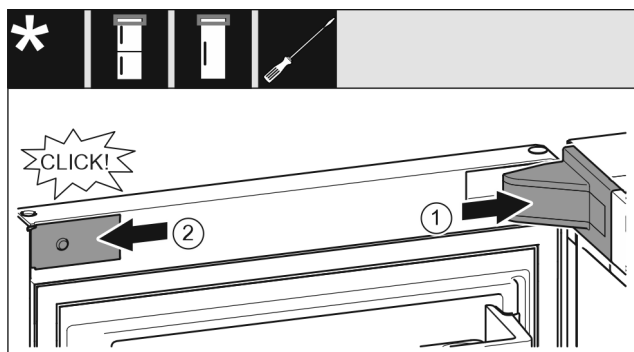

Fig. 42
- Applicare e innestare la copertura del blocco di supporto Fig. 42 (1), eventualmente staccarle l'una dall'altra con cautela.
- Applicare la maschera Fig. 42 (2) sui lati e innestarla.